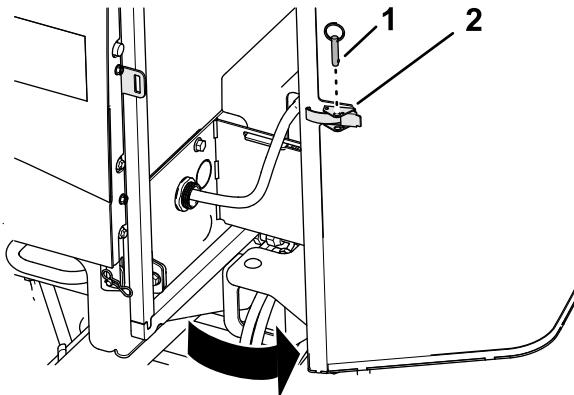

Bild 95
1. Entfernen Sie den Kugelstift von der Gitterverriegelung (Bild 95).